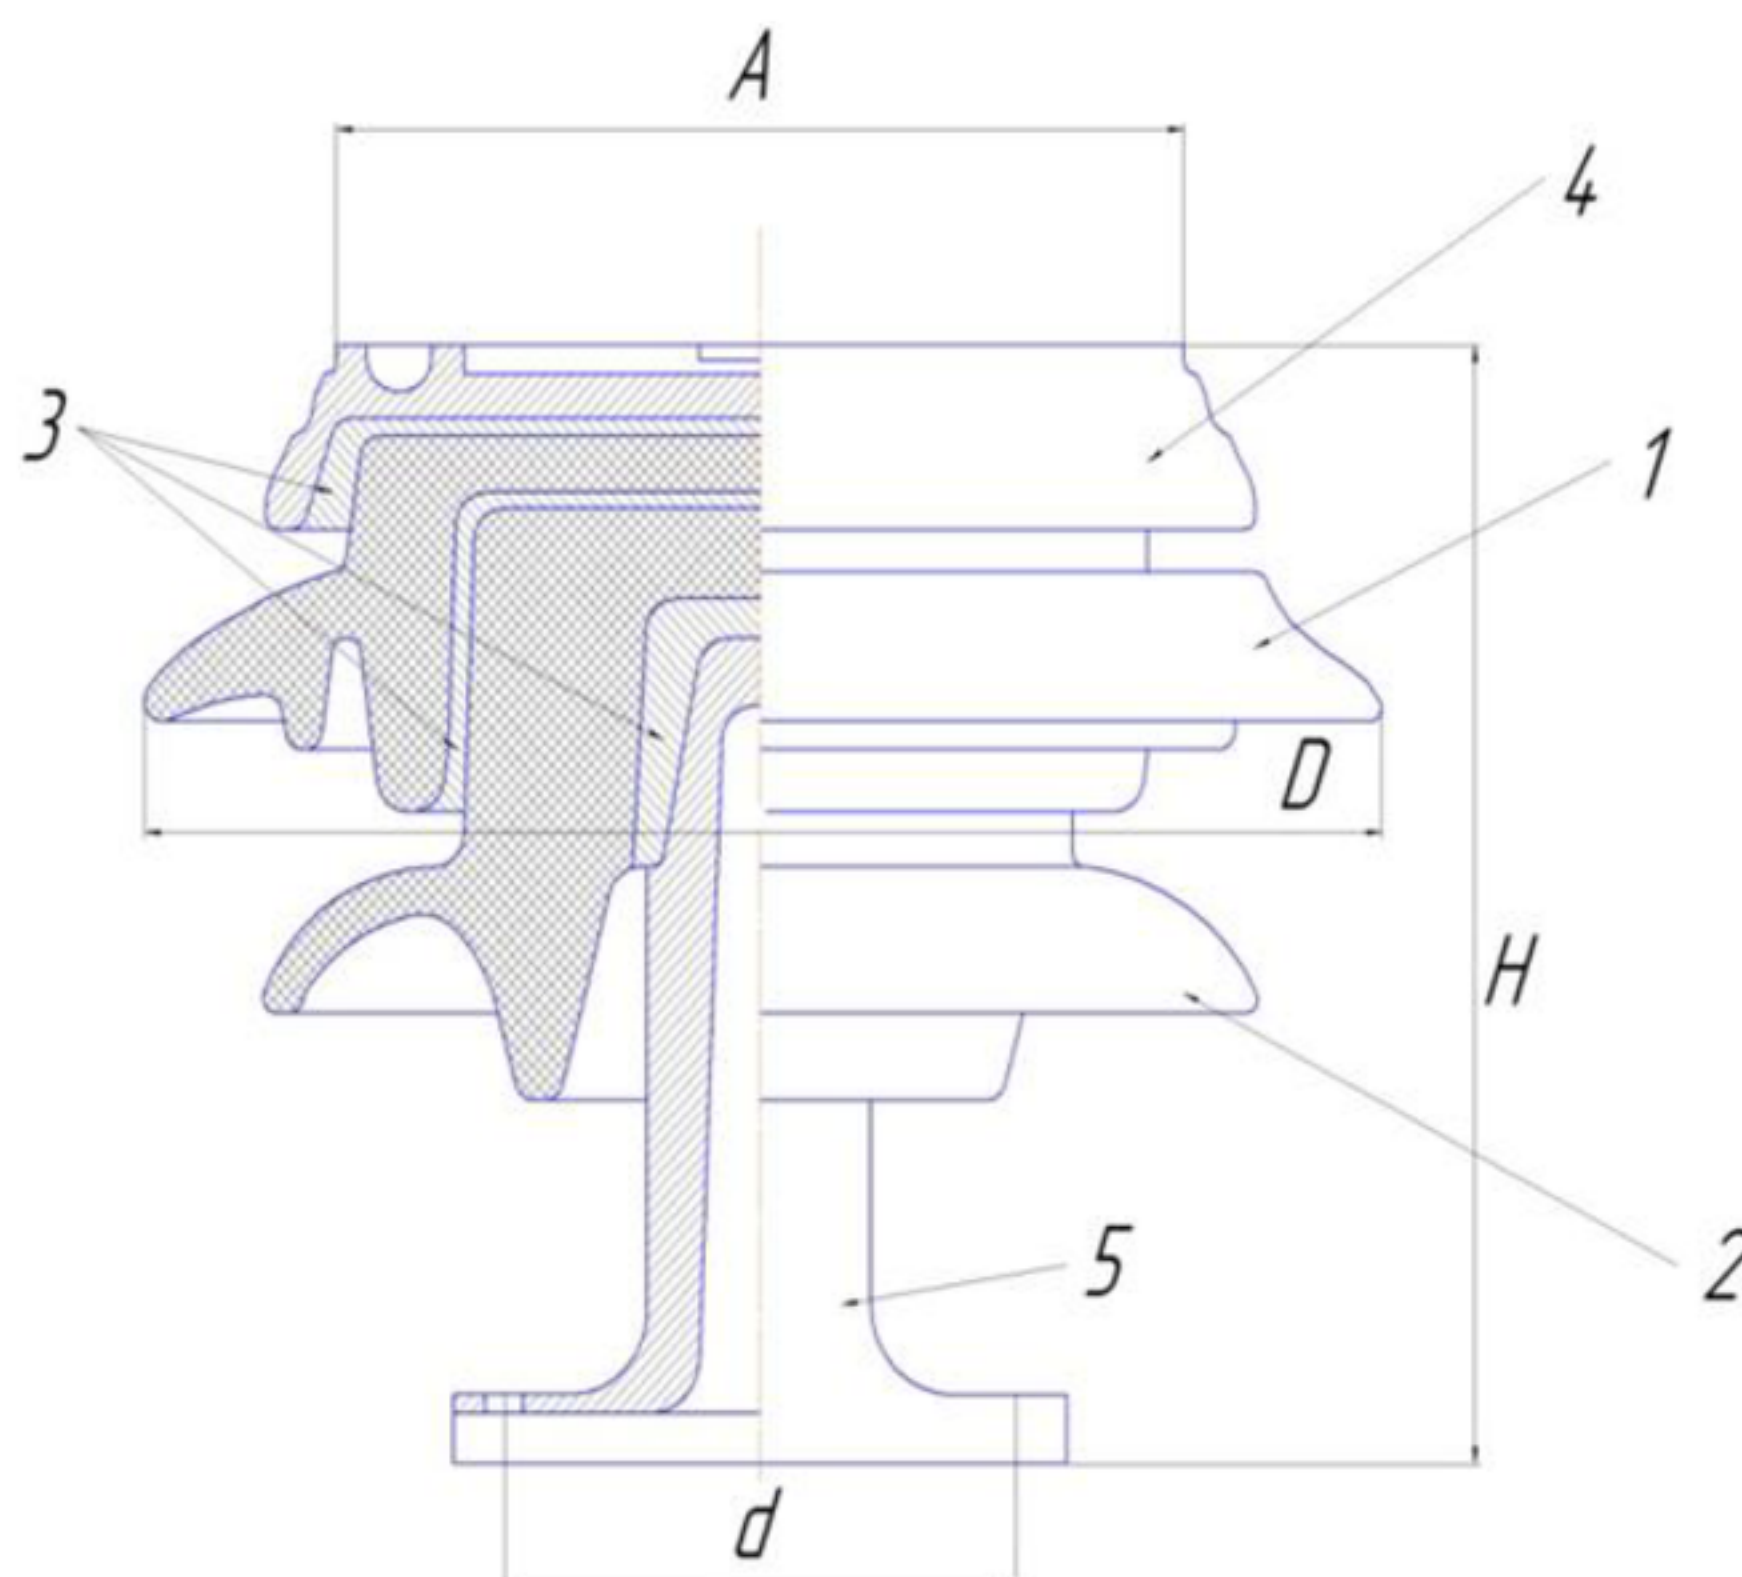

Рисунок 2 – Опорно-стержневой изолятор наружной установки
3. По заданной диаграмме рисунок 2 определить $\sigma_{\text{ТЦ}}$, $\sigma_{\text{В}}$, $\sigma_{\text{Т}}$ (или $\sigma_{0,2}$) – параметры прочностных свойств материала (для диаграммы с выраженной площадкой текучести найти $\sigma_{\text{ТЦ}}$, $\sigma_{\text{В}}$ и $\sigma_{\text{Т}}$ (или $\sigma_{0,2}$); для диаграммы с выраженной площадкой текучести отсутствует – оценить величину $\sigma_{0,2}$).
Опорный стержневой керамический изолятор ОНС изолирует и поддерживает шины контактных деталей в открытом распределительном устройстве. Изолятор представляет собой сплошной круглый стержень с выступающими ребрами. На торцевых частях изолятора закреплены металлические фланцы (колпаки), являющиеся электродами (рис. 2).